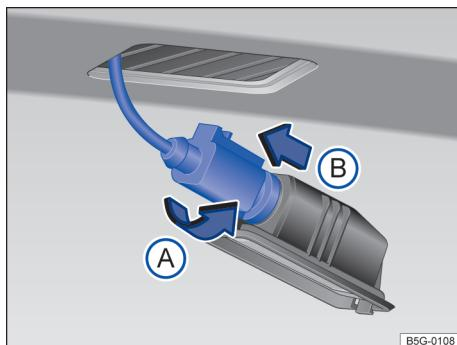

Fig. 164 Lanterna da placa de licença: desinstalar o suporte da lâmpada.
- ③ Girar o soquete da lâmpada no sentido anti-horário → Fig. 164 A e retirar o suporte junto com a lâmpada B.
- ④ Puxar a lâmpada queimada do soquete para removê-la.
- ⑤ Substituir a lâmpada incandescente queimada por uma lâmpada incandescente nova do mesmo modelo.
- ⑥ Inserir a nova lâmpada no soquete cuidadosamente.
- ⑦ Posicionar o suporte da lâmpada na lanterna da placa de licença e pressionar no sentido contrário ao da seta A até o batente.
- ⑧ Certificar-se de que o soquete está corretamente fixado no conjunto.
- ⑨ Posicionar o conjunto da lanterna da placa de licença cuidadosamente na abertura do para-choque. Atentar para a correta direção de instalação da lanterna da placa de licença.
- ⑩ Pressionar a lanterna da placa de licença no para-choque até que encaixe de forma audível.
- ⑪ Certificar-se de que o conjunto da lanterna da placa de licença está corretamente fixado no alojamento.